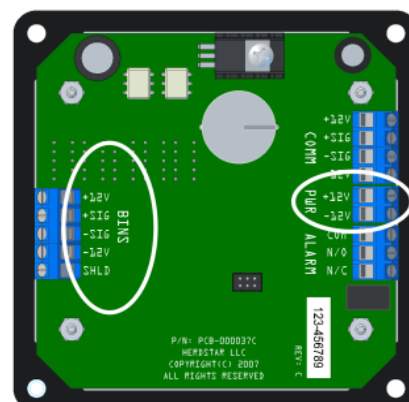

Figura 10: Inserte los cables en el bloque de terminales apropiado.
32. Inserte los cables en el bloque de terminales donde está el ROJO es +12V, VERDE es +SIG, BLANCO es -SIG y NEGRO es -12V. (Figura 10)
33. Conecta los cables de la fuente de energía del BinTrac a el bloque de terminales etiquetado 'PWR' donde BLANCO es +12V y NEGRO es -12V. (Figura 10)